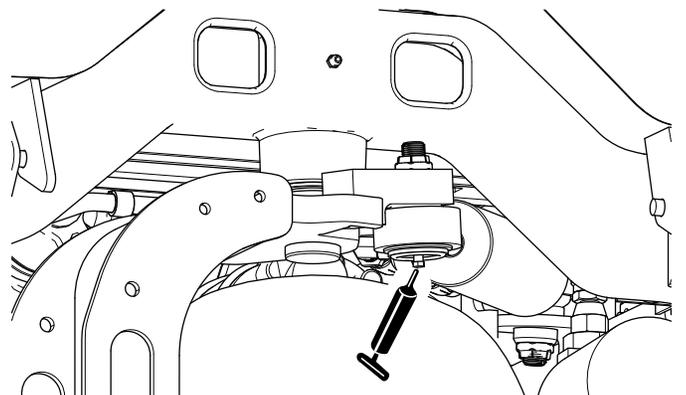

Рисунок 70
**Примечание:** При желании установите дополнительную масленку на другой конец гидроцилиндра рулевого механизма. Снимите колесо, установите масленку, заправьте ее консистентной смазкой, снимите масленку и установите пробку (Рисунок 70).